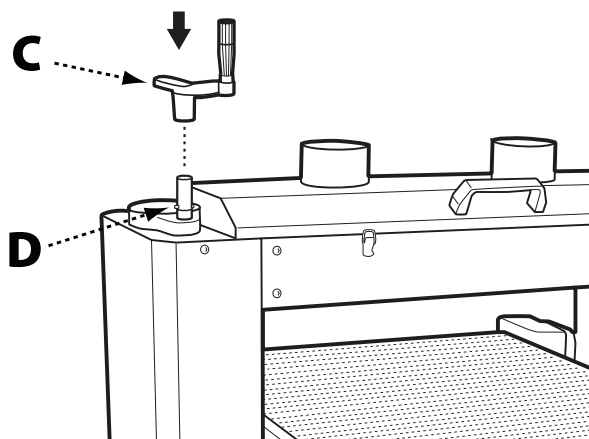

FIG. 3
1. Instale la manivela de elevación de la mesa (C) alineando la ranura de la parte inferior de la manivela con el perno del eje (D). Consulte la Fig. 3.